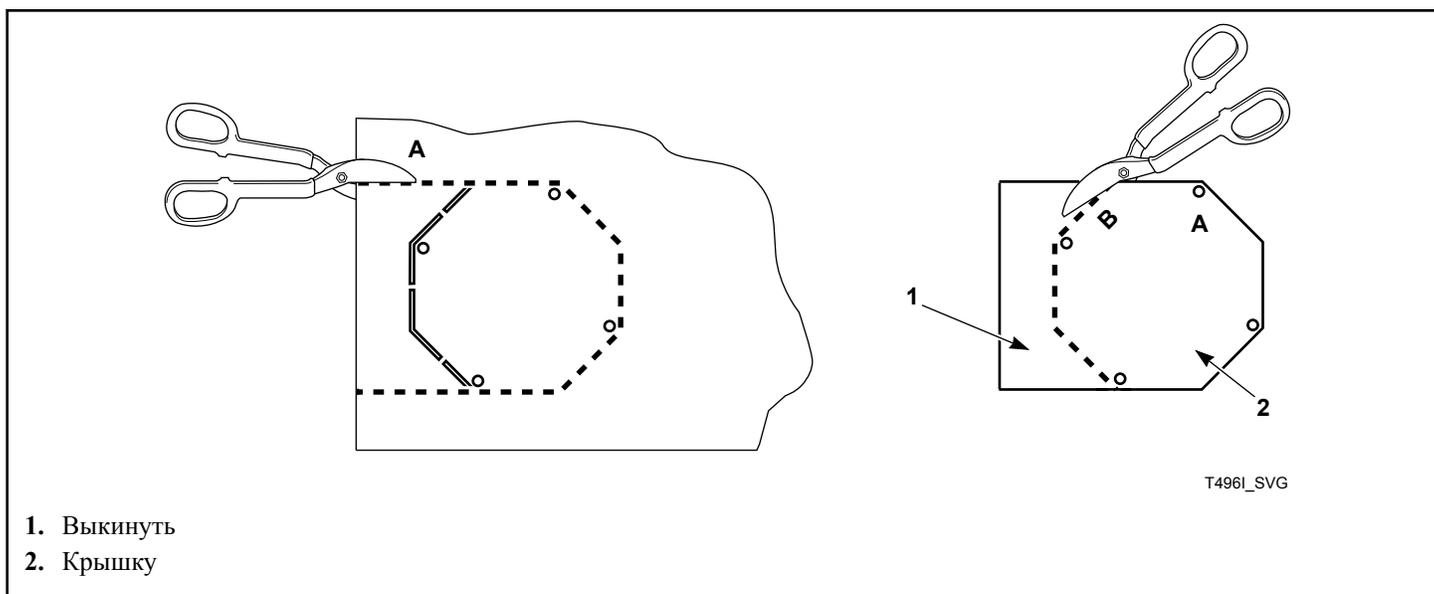

Рис. 12
3. Из кожуха вырежьте фигуру. См. Рис. 12 .